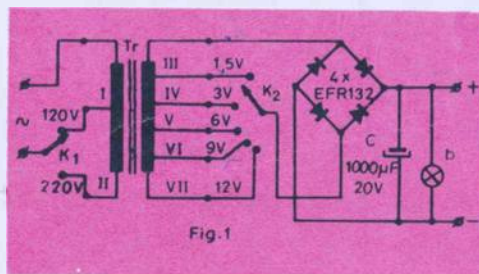
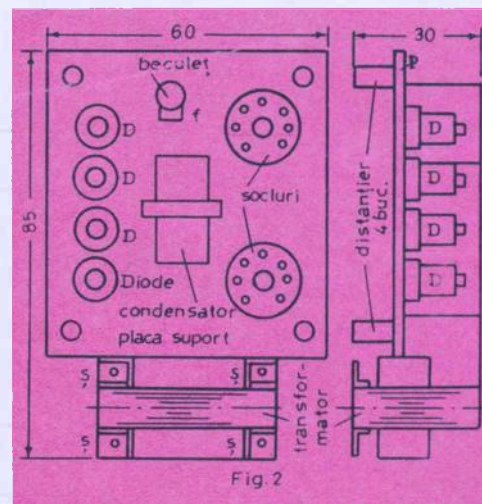

Fig. 1
Fig. 2
Schema electrică a microredresorului prezentată în fig. 1 cuprinde transformatorul de alimentare Tr și puntea redresoare formată din 4 diode EFR132. La bornele punții se culege tensiunea continuă filtrată cu ajutorul condensatorului electrolitic C. Pentru semnalizarea bunei funcționări a ansamblului s-a montat beculețul b, de 12 V/3W, cu un consum foarte redus. În fig. 2 se prezintă schema de montaj a microredresorului. Într-un gabarit de 85×60×30 mm se fixează transformatorul Tr prins cu suporturi de prindere s, și placa suport p, pe care s-a montat cele patru diode, condensatorul electrolitic C, două socluri de tuburi electronice S și fasungul f, pentru beculețul «b».
P.V.C. corespunzător. La secundar se vor bobina 528 spire din același conductor și se vor scoate prize la spirele 66; 132; 246; 396, în total șase prize. Între înfășurarea primară și cea secundară se va face o bună izolare iar ultimul strat al secundarului se va acoperi cu o pinză uleiată sau preșpan. După ce bobina este gata, se execută cu atenție țeserea tolelor și transformatorul se montează pe suport cu șuruburi M3. În continuare se execută placa-suport din pertinax sau textolit de 1,5 mm grosime, pe care se vor monta toate elementele indicate în fig. 2 și se fac legăturile electrice ca în fig. 1, mai puțin legăturile de la transformatorul de rețea.